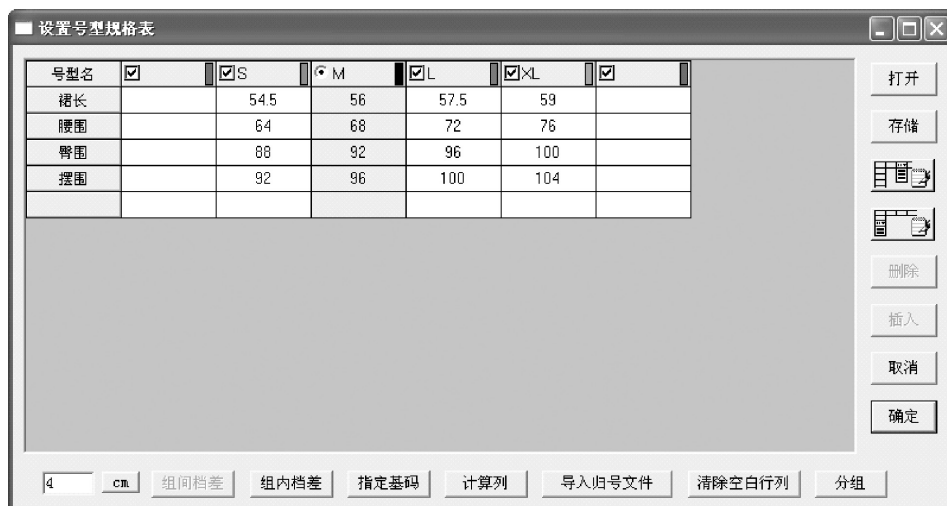

图1-20
1. 编辑号型规格表。单击【号型】→【号型编辑】，增加需要的号型并设置好各号型的颜色（图1-20）。